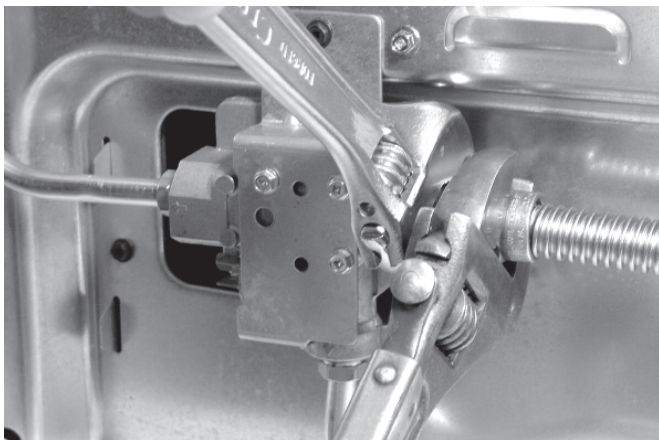

Fig. 4e
- Serrez le raccord d'alimentation en gaz ou la conduite de l'appareil en le branchant au raccord-union à évasement qui se trouve du côté droit du détendeur **EN NE DÉPASSANT PAS** un serrage au couple de 15 pi/lb. Assurez-vous de **stabiliser** le raccord-union à évasement au moyen d'une clé à molette avant d'effectuer le serrage des raccords de l'alimentation en gaz ou de la conduite de l'appareil (reportez-vous à la fig. 4e).